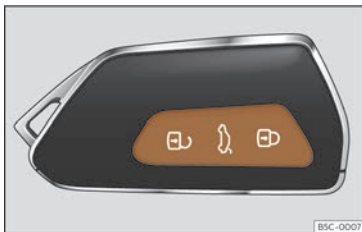

Fig. 70 Chave por control remoto: teclas.
- Bloquear: prema o botón  >>> **fig. 70**.